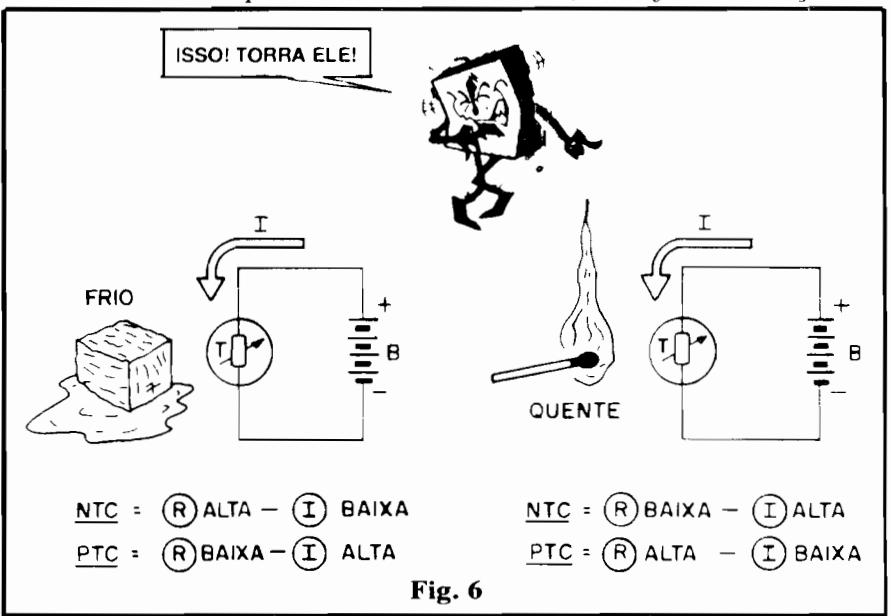

Fig. 6
- **FIG. 6** - Analisando o comportamento dos TERMÍSTORES, de forma "dinâmica" (feito fizemos com o LDR...), observem os dois exemplos "radicais" mostrados na figura. Um do tipo NTC, se colocado sob Temperatura **bem baixa**, mostrará valor ôhmico **elevado**: se submetido a **altas** temperaturas, mostrará uma Resistência bem **menor**. Com um do tipo PTC, as coisas ocorrem no sentido inverso, ou seja: sua Resistência mostra-se **baixa** sob **baixas** Temperaturas, e **alta** sob **altas** Temperaturas. Notem, ainda os efeitos que tais "posicionamentos" altos, ou baixos, em termos de valor ôhmico, determinam sobre as Correntes que atravessam os componentes, "empurradas" pela Tensão de uma fonte de energia qualquer (Pilhas, Bateria, etc.). Assim como ocorre com os LDRs, também os TERMÍSTORES **não são polarizados**, ou seja: sua "reação ôh-